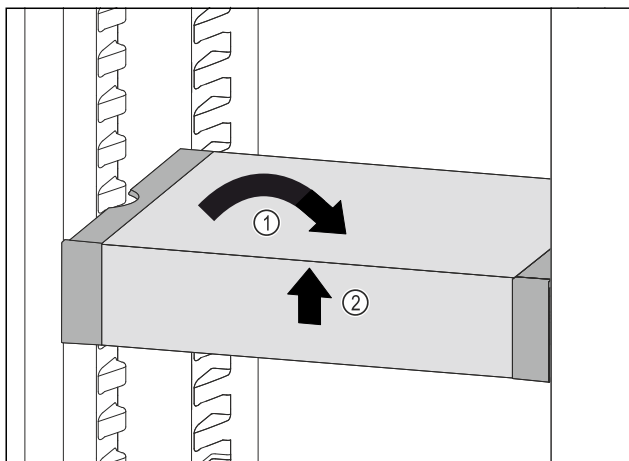

Fig. 180
- Remettre le VarioSafe droit. Fig. 180 (1)
- Soulever la partie avant du VarioSafe. Fig. 180 (2)